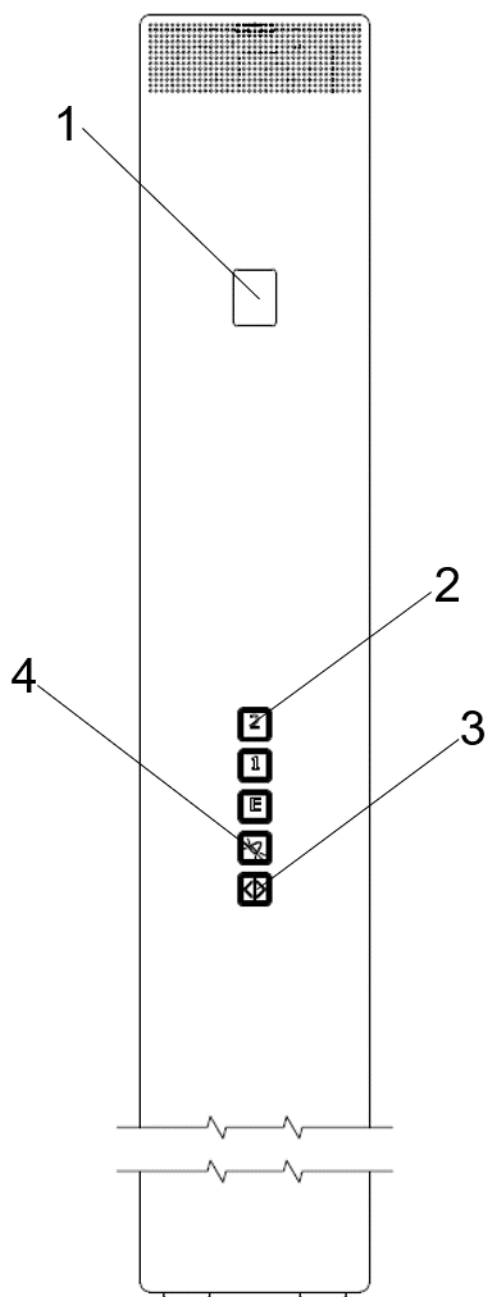

Fig. 37 Manöverpanel i hisskorgen
1. Kontrollera funktionen hos alla stannplansknapparna (2) på manöverpanelen, se Fig. 37.
2. Meddela larmcentralen att en test av nödsignalen kommer att genomföras (gäller hissar som är kopplade till en larmcentral). Tryck på nödsignalknappen (4) och håll knappen intryckt. Säkerställ att nödsignalen ljuder när nödsignalknappen hålls intryckt i 10 sekunder och säkerställ att nödsignalen leds vidare till larmcentralen, om hissen är kopplad till en larmcentral. Återställ larmet med återställningsknappen på larmkortet (automatisk återställning efter en timme).